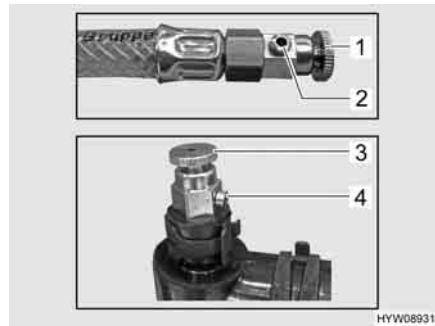

Fig. 176 Valvole di sfiato del riscaldamento ad acqua calda
- Aprire la valvola di sfiato (Fig. 176,1 o 3) e lasciarla aperta finché non esce più aria dall'apertura (Fig. 176,2 o 4).